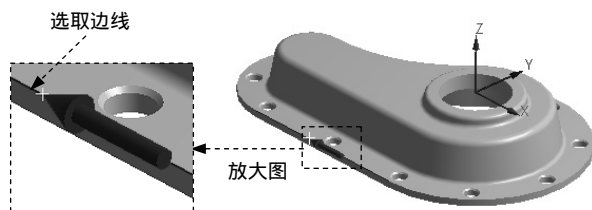

图 2.7.5 定义主轴
(1) 定义轴。在 **Principal Axis** 区域的 **Axis** 下拉列表中选择 **X** 选项。
(2) 定义方式。在 **Define By** 下拉列表中选择 **Geometry Selection** 选项。
(3) 定义对象。单击以激活 **Geometry** 后的文本框，选取图 2.7.5 所示的模型边线为对象，调整箭头方向，如图 2.7.5 所示，并单击 **Apply** 按钮确认。